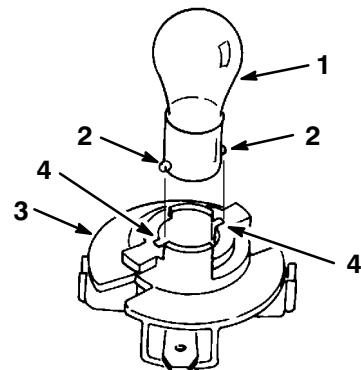

Abbildung 50
- Die Birne hereindrücken, bis zum Anschlag im Gegenuhrzeigersinn drehen (ca. 1/4 Umdrehung) und aus der Birnenfassung herausziehen (Abb. 50).
- Die Birne hat Metallstifte an der Seite ihrer Basis. Diese Stifte auf die Slitze in der Birnenfassung ausrichten und die Basis in die Fassung stecken (Abb. 50). Die Birne hereindrücken und bis zum Anschlag im Uhrzeigersinn drehen.